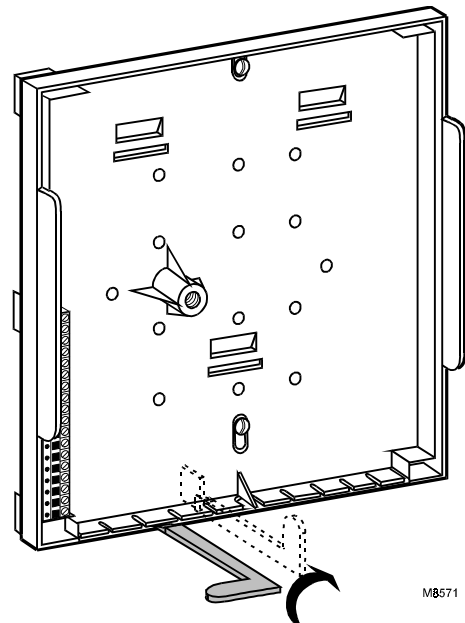
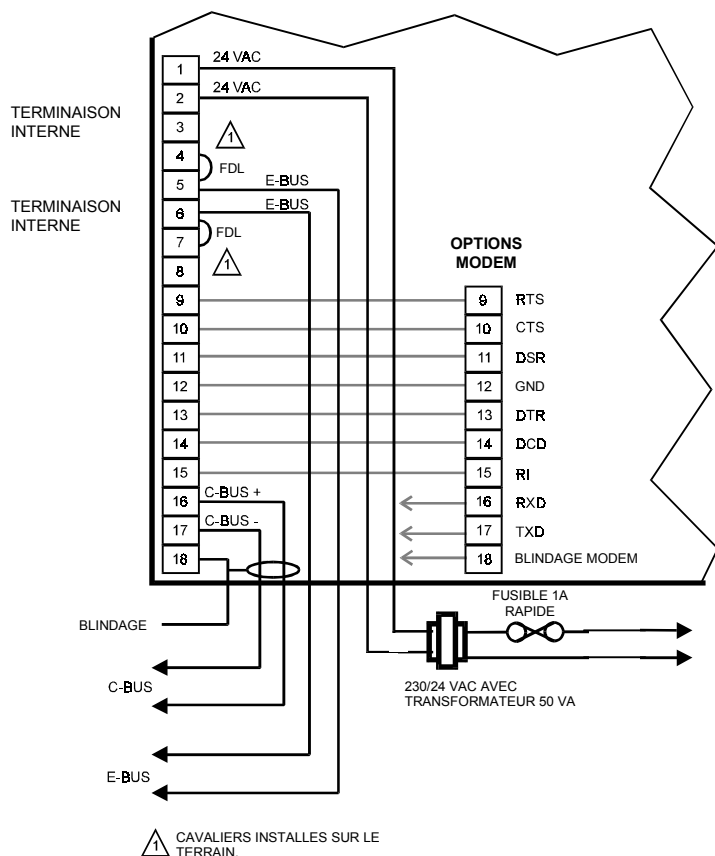
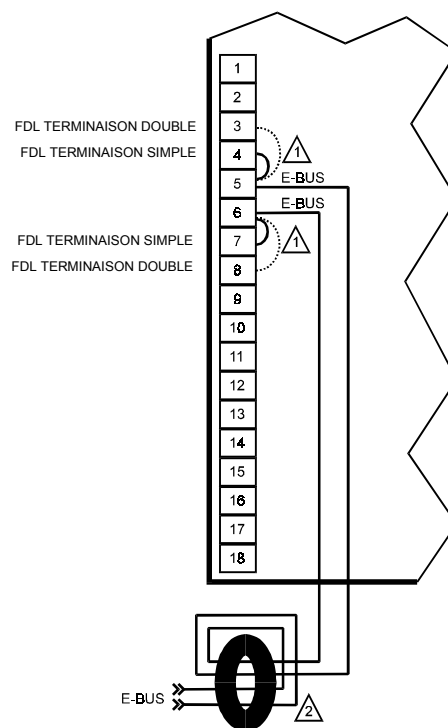

Fig. 8. Casser une ou deux pattes en plastique pour amener les fils au bornier inférieur gauche.
Fig. 9. Câblage E-Bus (série 1000).
Fig. 10. Câblage E-Bus (série 2000).
- ① Casser une ou deux pattes en plastique juste à gauche de la vis pour amener les fils au bornier inférieur gauche. Voir Fig. 8.
Toutes les bornes sont situées à l'intérieur du couvercle. Faire passer tous les conducteurs par les trous appropriés (voir Fig. 8). Connecter et fretter les conducteurs selon la Fig. 10.
- ❶ Connecter le secondaire 24 V AC du transformateur ou de la source d'alimentation aux bornes 1 et 2 de l'embase selon les schémas. Voir Fig. 9.
- ❶ Connecter le blindage à la borne 18, le fil positif à la borne 16 et le fil négatif à la borne 17 selon les schémas. Voir Fig. 9.
- ❶ Connecter un fil à la borne 5 et l'autre fil à la borne 6 selon les schémas. Voir Fig. 9.
*Pour les modules série 2000, le câble E-Bus doit être enroulé (un tour) autour d'un cylindre de ferrite (fourni avec le module) à 20 mm maximum du boîtier. Voir Fig. 10.*
- ❷ Si un module Q7750A série 1000 se trouve à l'une des extrémités du réseau E-Bus, réaliser une terminaison en plaçant deux fils (cavaliers optionnels) entre les bornes 4 et 5 et entre les bornes 6 et 7 (voir Fig. 9). Dans le cas d'un module série 2000, il y a des circuits de terminaison internes pour une topologie de réseau à terminaison simple (cavalier entre les bornes 4 et 5 et entre les bornes 6 et 7) et pour une topologie de bus à terminaison double (cavalier entre les bornes 3 et 5 et entre les bornes 6 et 8). Voir Fig. 10.
- ③ Si un sous-module de communication par modem XDM506 est utilisé, connecter les fils du modem aux bornes appropriées (9 à 18) sur l'embase. Voir Fig. 9.